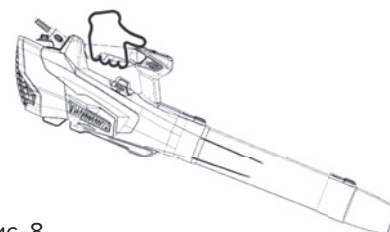

Рис. 8
- Держите воздуходувку и управляйте ей, держа одну руку на рукоятке для переноски и обхватив рукоятку большим пальцем (рис. 8).